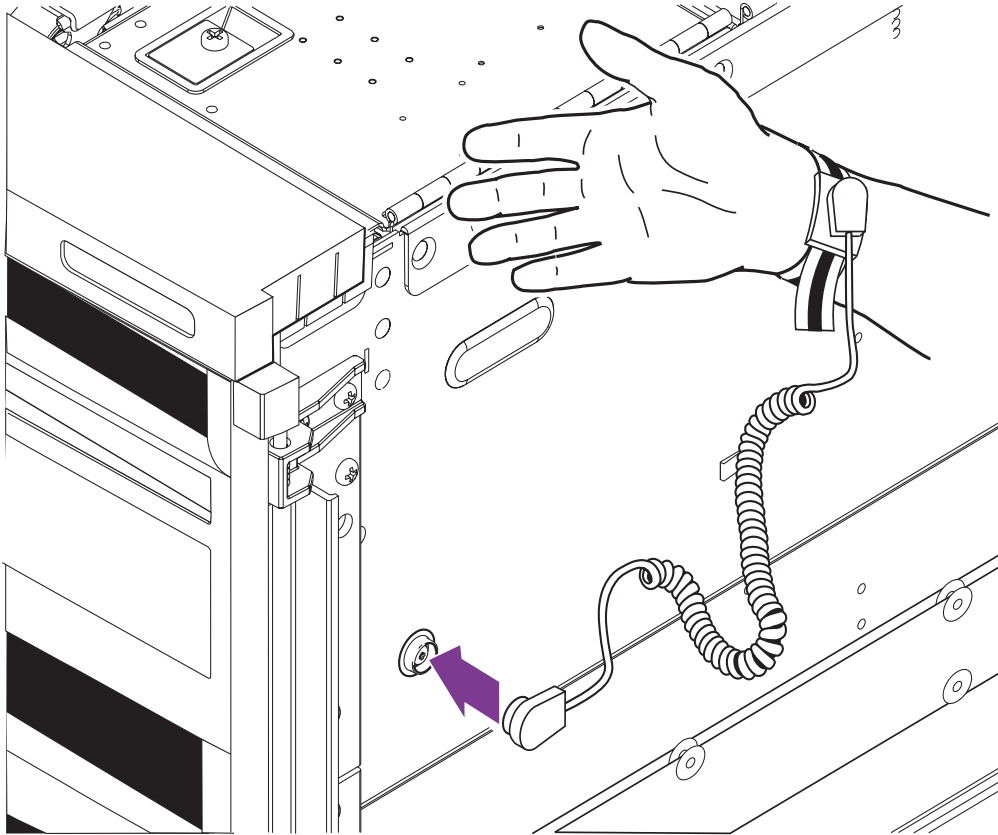
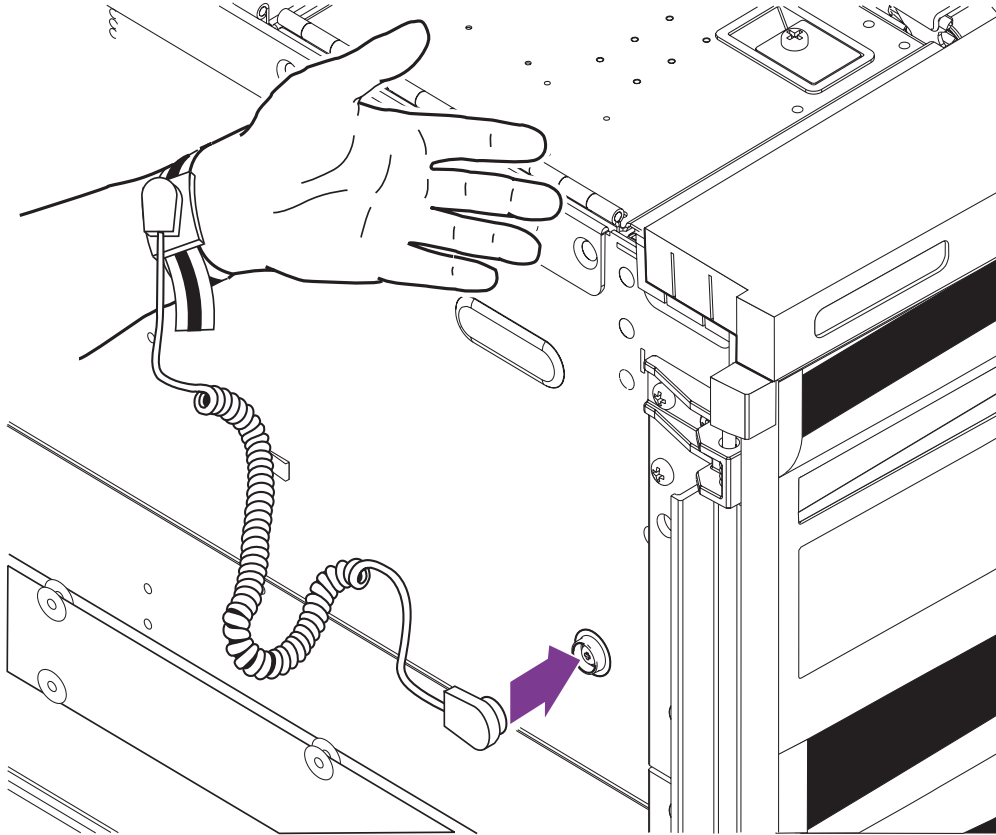

ABBILDUNG 3 Befestigen des Armbands am rechten Arm
ABBILDUNG 4 Befestigen des Armbands am linken Arm
- **Um das antistatische Armband mit dem Chassis zu verbinden, befestigen Sie es wie in ABBILDUNG 3 oder ABBILDUNG 4 dargestellt.**